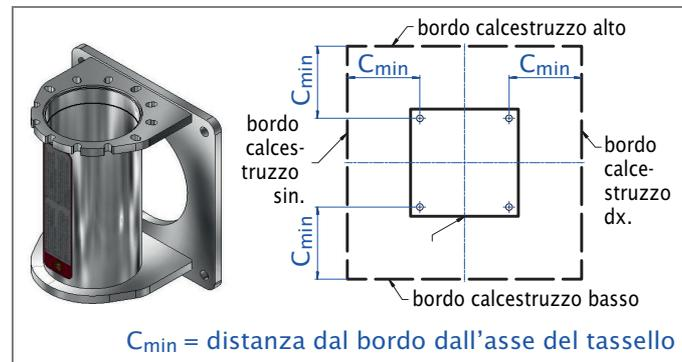

Fig. 14 Distanze minime dal bordo per supporto da parete WL1
- Supporto da parete WL1: vedi Pagina 24, Fig. 14